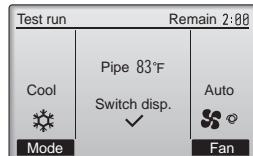

Fig. 6-5
- Pulse el botón **F1** para recorrer los modos de funcionamiento siguiendo el orden de "Cool" (Frio) y "Heat" (Calor). (Fig. 6-5)